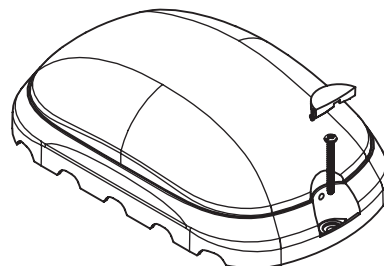

Рисунок 1 — Внешний вид светильника СА-7115Е
- 7.4 Установить изделие через крепёжные отверстия в корпусе с помощью штатных элементов крепления, защелкнуть антивандальные заглушки (рисунок 1).